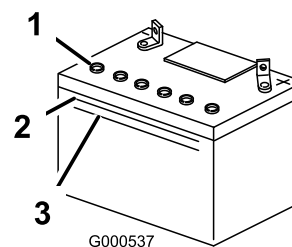

Figure 42
- Observez le côté de la batterie. Le niveau de l'électrolyte doit atteindre le trait **supérieur** (Figure 42). Le niveau d'électrolyte ne doit pas descendre au-dessous du trait inférieur (Figure 42).
- Enlevez les bouchons d'aération de la batterie (Figure 42).
- Versez de l'eau distillée avec précaution dans chaque élément jusqu'au repère supérieur (Figure 42) sur le côté de la batterie.
- Attendez cinq à dix minutes après avoir rempli les éléments. Au besoin, ajoutez de l'eau distillée pour amener le niveau jusqu'au repère supérieur sur le côté de la batterie (Figure 42).